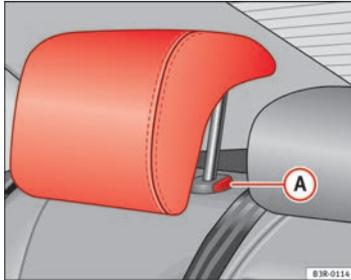

Abb. 5 Äußere Fondsitze: Kopfstütze
- Drücken Sie den Knopf **(A)** ⇒ Abb. 5 und führen Sie die Kopfstütze nach unten.
- Drücken Sie auf die Taste **(A)** ⇒ Abb. 5 und ziehen Sie gleichzeitig die Kopfstütze heraus.